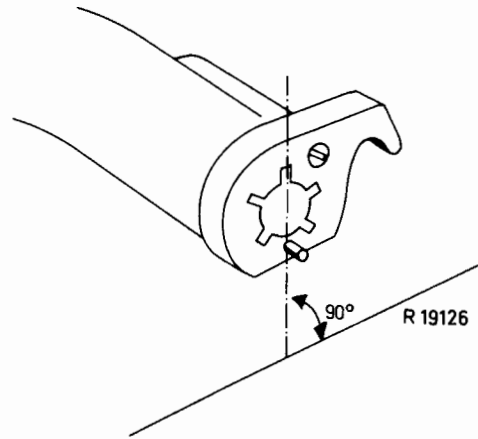

Fig.21
4. De pen op de contactbus 125 in de p.u.-arm moet loodrecht op de plaat staan (zie fig. 21).